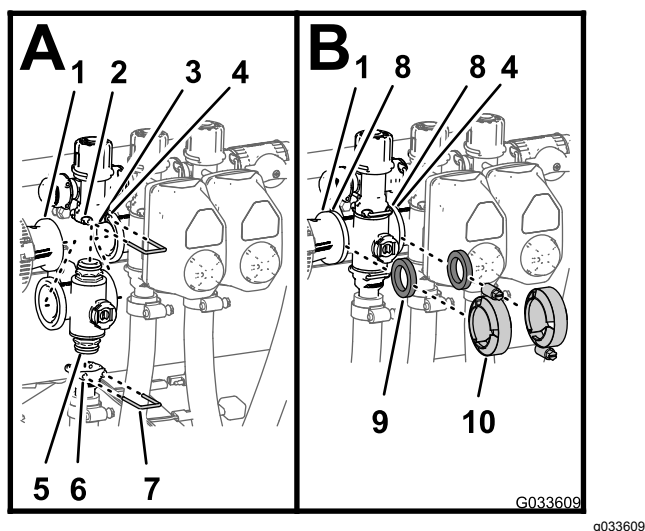

Figura 131
- Insira a união do tampão superior da válvula do coletor na união da distribuição (Figura 131 A).
2. Prenda a união do tampão à união da distribuição ao inserir uma fixação na entrada da união da distribuição (Figura 131 A).
3. Monte a união de saída na união do tampão inferior da válvula do coletor (Figura 131 A).
4. Prenda a união do tampão à união de saída ao inserir uma fixação na entrada da união de saída (Figura 131 A).
5. Alinhe uma junta entre as flanges do acoplador de redução e do coletor da válvula de secção (Figura 131 B).
6. Monte o acoplador de redução, junta e coletor da válvula de secção com uma braçadeira e aperte bem à mão (Figura 131 B).
7. Se instalar as duas válvulas de secção mais à esquerda, alinhe uma junta entre as flanges dos dois coletores da válvula de secção adjacentes (Figura 131 B).
8. Monte os dois coletores da válvula de secção adjacentes e a junta com uma braçadeira e aperte bem à mão (Figura 131 B).